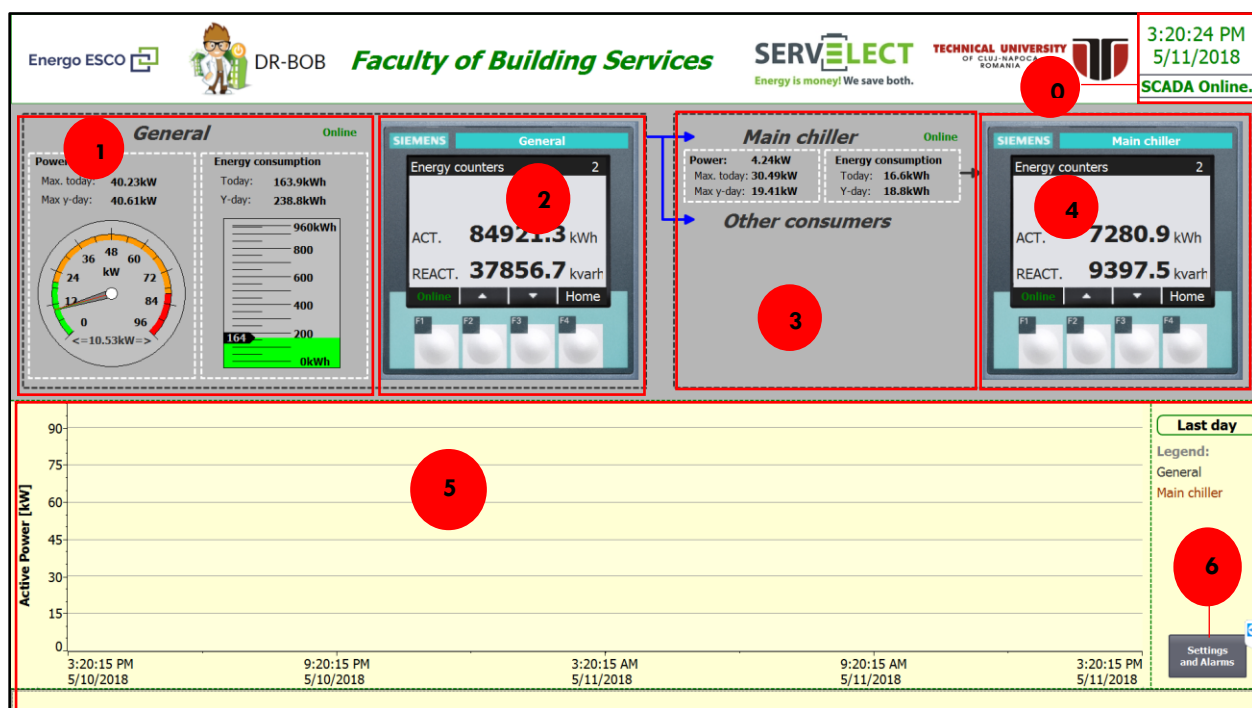

Fig.10. Ecran principal aplicație (TV)
Permite vizualizarea de ansamblu a consumului și impactului realizat de ocupanții clădirilor, în vederea reducerii consumului de energie, pe un televizor amplasat la intrarea în clădirea principală, fiind o zonă intens circulată, cum este cel din Fig.10.
Pentru a înțelege mai bine funcționalitatea interfeței se vor explica pe rând itemii marcați în Fig.10.:
- Se observă că în Fig.10, cadranul , PAC-ul afișat pe interfață este cel din dreptul săgeții corespunzătoare sub-locației "Main chiller". Aceasta se deplasează la un anumit interval de timp setat (refresh rate) astfel încât, pe rând, să se poată vizualiza toate PAC-urile componente sistemului SCADA.